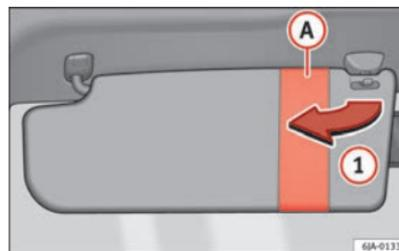
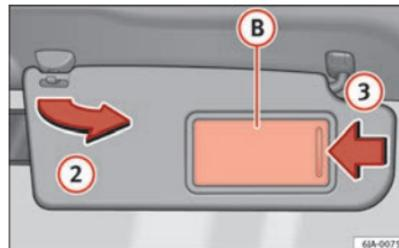

Abb. 63 Sonnenblende für den Fahrer
Abb. 64 Sonnenblende für den Beifahrer ▶
Die Sonnenblenden für den Fahrer und Beifahrer können aus der Halterung in der Fahrzeugmitte herausgezogen und in Pfeilrichtung ① ⇒ Abb. 63 bzw. ② ⇒ Abb. 64 zu den Türen geschwenkt werden.
Die Sonnenblende für den Beifahrer ist mit einem Make-Up-Spiegel ② mit Abdeckung ausgestattet. Schieben Sie die Abdeckung zum Öffnen in Pfeilrichtung ③ ⇒ Abb. 64.